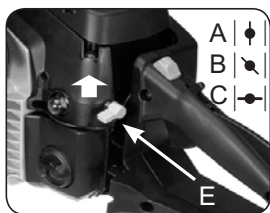

Abb. 7C
2. Ziehen Sie den gelben Drosselhebel (E) in Stellung EIN (Abb. 7C).